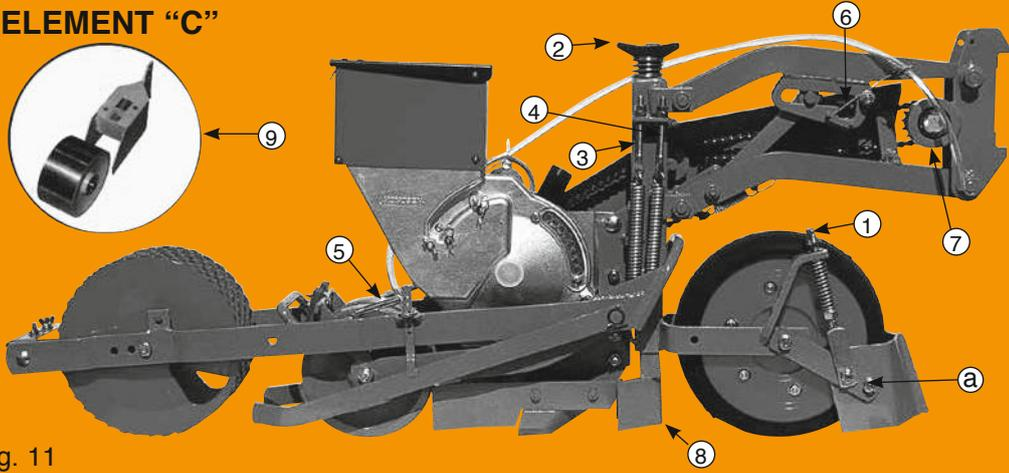

Fig. 11
For planting in bands, the shoe and the intermediate press wheel are replaced by a wide shoe and wide intermediate press wheel (fig. 11) for planting the seeds in a band of 65 mm (2 2/3") or 100 mm.
- Rear cage press wheel with or without rubber tyre (fig. 11 - 18)
PLANTER UNIT C VERSION (fig. 11) for row spacing of 20 cm (8") and more
The adjustments on this metering unit are similar to those on the A Version. It is possible to sow on bands of 65 or 100mm wide with this unit by replacing the double tipped shoe and the narrow press wheels by a wide 65 or 100 mm shoe and a corresponding wide press wheel (9) (fig. 11).
In der Grundversion umfasst dieses Element einen Klutenräumer vorne, eine vordere Druckrolle 300 x 100, eine engen Schar, eine schmale Zwischenandruckrolle (aus rostfreiem Stahl), einem Satz Zustrreicher und eine hintere Stahlandruckrolle 210 x 100. Dieses Element ist für die Mehrheit der Kulturen mit engen Reihenabstände geeignet. Für das Säen in Bändern, wird das Schar und die Zwischenandruckrolle durch breite Versionen (9) (Fig. 11) ersetzt (65 mm (2 2/3") Bandbreite) oder 100 mm.
Element Version C (Fig. 11) für Reihenabstände von 20 cm (8") und mehr
Dieses Element ist ähnlich der Version A, aber es ist dafür geeignet, Doppelreihen in gut vorbereiteten Boden (keine Kluten oder Steine) zu säen. Es ist mit einem doppelten Schar ausgerüstet, das 2 Säfurchen in 7 cm Abstand zieht (option 5 cm). Außerdem ist das Element mit einer doppelten Zwischenandruckrolle ausgerüstet. Die Zustrreicher und die Gitterandruckrolle (mit oder ohne Farmflexreifen) schließen die Saatfurchen (fig.18). Ein kleiner zusätzlicher Klutenräumer, (8) welcher mit großer Genauigkeit eingestellt werden sollte, grenzt die Erde ein, die zwischen den Scharpflanz aufkommt. Das Sästandardsägehäufig wird hier mit einer Scheibe mit Doppelreihe und einem speziellen zusätzlichen Abstreifer (siehe Seite 18) ausgerüstet. Die Einstellungen auf diesem Element, sind jenen der A Version ähnlich. Es ist möglich, Bänder von 65 oder 100 mm Breite mit diesem Element zu säen, durch Ersetzen des doppelten Schar und der schmalen Zwischenandruckrollen, durch ein 65 mm oder 100 mm breites Schar und eine entsprechende Zwischenandruckrolle (9) (Fig. 11).
Este sistema de siembra conviene en la mayoría de los casos en siembras de líneas estrechas. Para sembrar en bandas, la reja y la ruleta intermedia de origen, se reemplazan por una reja esparcidora y una ruleta ancha (fig. 11) que permiten repartir los granos en una banda de 65 mm ó 100 mm.
- Rueda trasera de resilla con o sin banda auto-limpiante (fig. 11 - 18).
CUERPO SEMBRADOR Versión C (fig. 11) entrefilas de 20 cm ó más